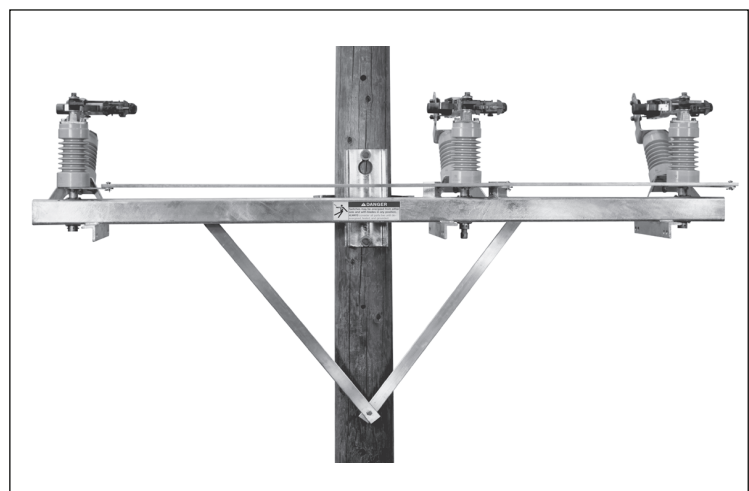

Figura 11. Fijación de soportes laterales de cruceta (surtidas por un tercero) a la base del interruptor.
Si se desea, se pueden fijar soportes laterales de cruceta (de otro proveedor) a la base del Interruptor, como se muestra en la Figura 11. Consulte el plano de montaje (PM) para postes de madera.